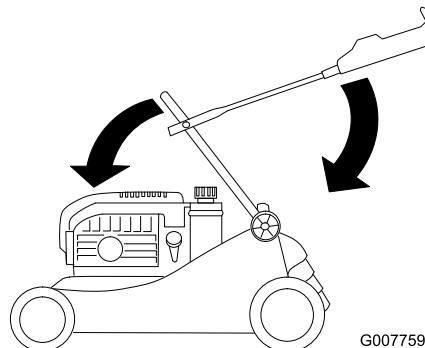

Bild 37
- Kippen Sie das untere Handgriffteil vorsichtig nach vorne, bis es den Motor berührt (Bild 37).
- Kippen Sie das obere Handgriffteil vorsichtig nach hinten, bis es flach liegt (Bild 37).